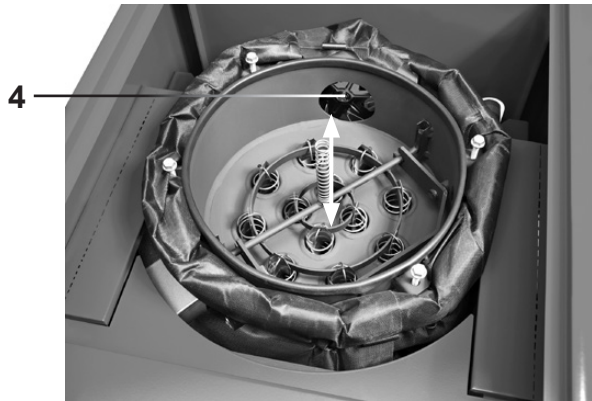

Bild 07
2. Regulatoreinheit ca. 20 cm nach oben ausfahren (Bild 07) und einige Male kräftig nach oben und unten bewegen (ca. 10-20 cm).
4. Flügelrad (4) des Saugzuggebläses mit Pinsel und Staubsauger reinigen; eventuell vorhandene Verkrustungen mit Schaber entfernen.